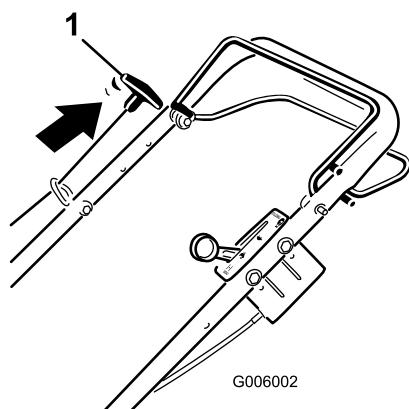

Figure 24
4. Maintenez la barre de commande de la lame contre le guidon et tirez la poignée du lanceur une ou deux fois (Figure 24).
6. Maintenez la barre de commande de la lame contre le guidon et tirez sur la poignée du lanceur (Figure 24).